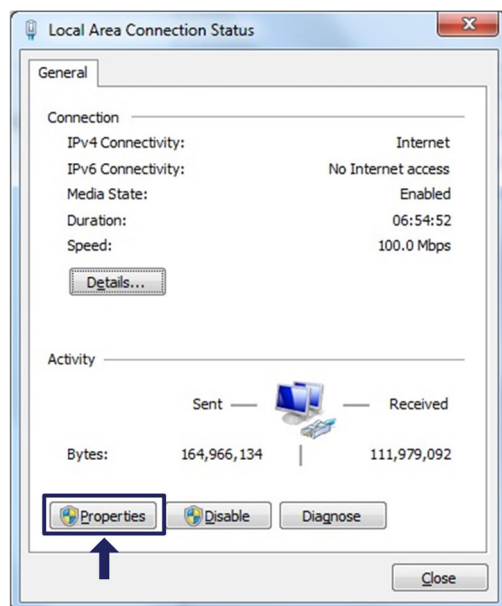

图3.7 网络属性
- ▶ 选择局域网连接。将出现 图3.7 中所显示的窗口。点击属性。